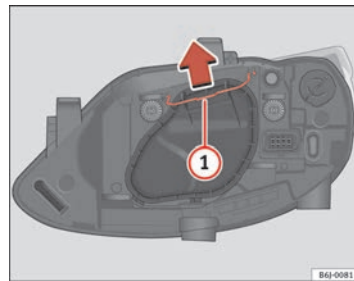

Fig. 143 Luz de cruce/carretera faro simple
- Desplace el tirante ⇒ página 236, fig. 143 ① en el sentido de la flecha y saque la tapa.